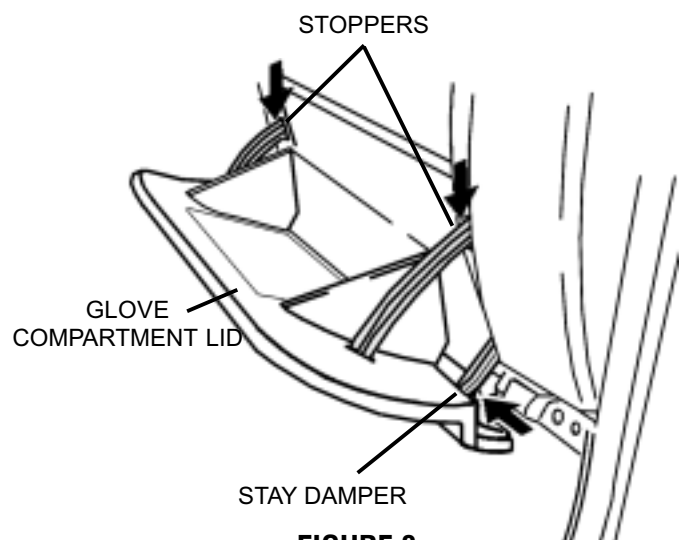

FIGURE 8
- 1.) PRESS THE STAY DAMPER IN THE DIRECTION SHOWN BY THE ARROW AND DETACH IT FROM THE GLOVE COMPARTMENT LID. (SEE FIGURE 8)